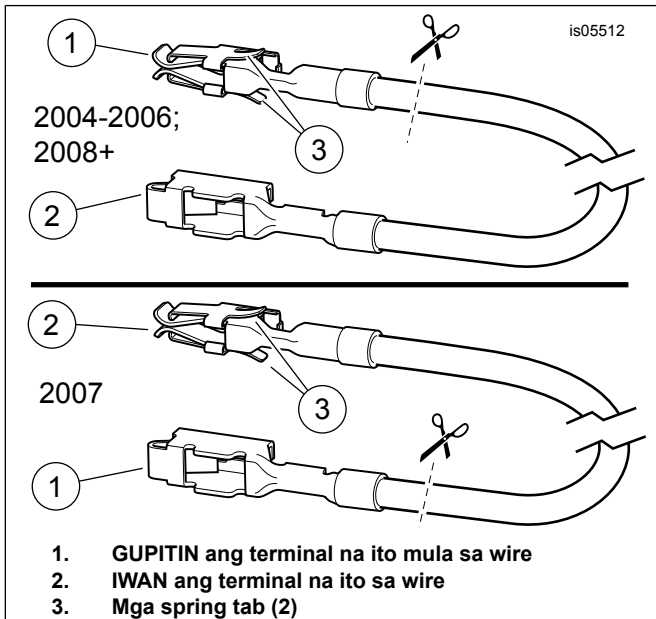

Figure 13. Fuse Block Adapter Wire (FL Touring)
2. Kunin ang kahel/puting fuse block adapter wire (9) mula sa kit. **Para sa 2004 hanggang 2006 na mga modelo:** Tandaan ang terminal sa bawat dulo (tingnan ang Figure 13 , **itaas na view**). Ang terminal lang na **WALANG spring tab** ang magkakasya sa fuse cavity. Dahan-dahang putulin ang terminal na **MAY** mga spring tab mula sa wire at itapon ito. **Para sa 2007 na mga modelo:** Tandaan ang terminal sa bawat dulo (tingnan ang Figure 13 , **ibabang view**). Ang terminal lang na **MAY** mga spring tab ang magkakasya sa fuse cavity. Dahan-dahang putulin ang terminal na **WALANG** mga spring tab mula sa wire at itapon ito.